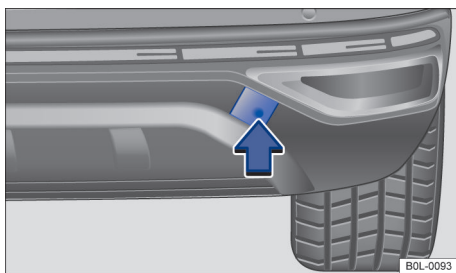

图 127 后保险杠上右侧：取下盖板
- 沿箭头方向按压盖板的右侧区域 → 图 127，松开盖板的卡止件。